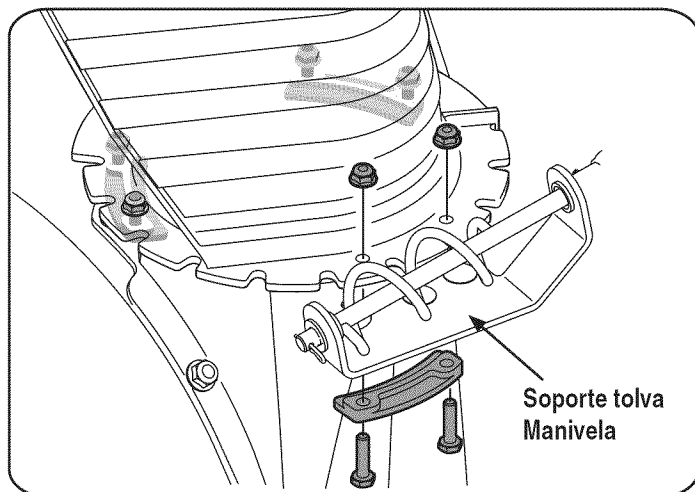

Figure 5
1. Retire las tuercas de seguridad y los tornillos que sujetan uno de los fijadores de brida al conjunto del canal. Afloje los sujetadores de los otros dos fijadores de brida. Vea la Fig. 5.
3. Sujete el fijador de brida que se retiró antes con las tuercas de seguridad y los tornillos. Apriete las tuercas que sujetan los otros dos fijadores de brida. Vea la Fig. 5.